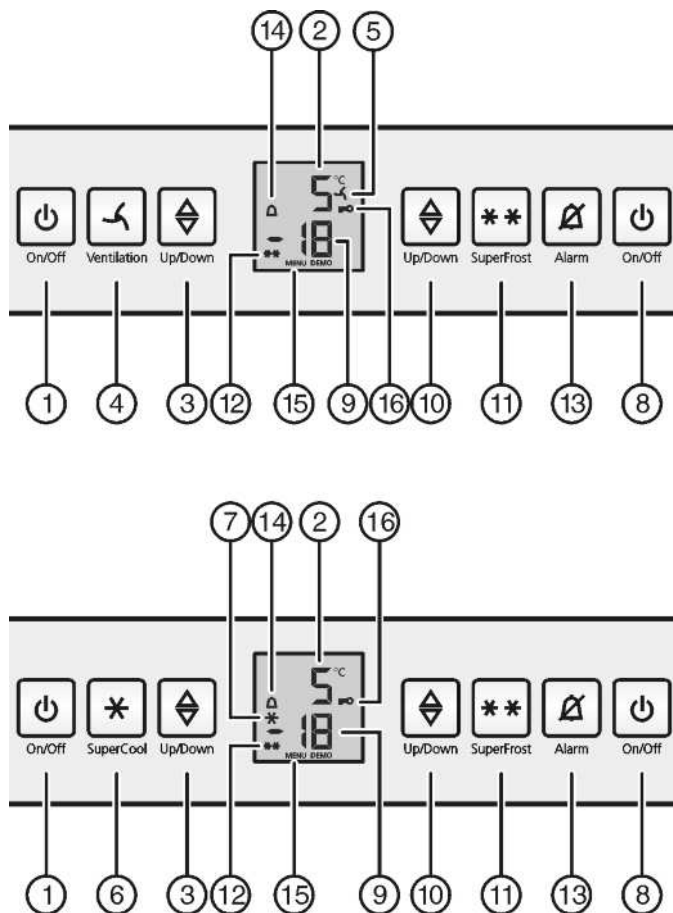

Fig. 2
- Нажмите кнопку On/Off морозильного отделения Fig. 2 (8).
- Нажмите кнопку On/Off холодильного отделения Fig. 2 (1).
- Активация режима настройки: Нажмите кнопку SuperFrost Fig. 2 (11) и удерживайте ее прим. 5 секунд.
- ▷ На индикаторе будет отображаться символ «Меню» Fig. 2 (15).
- Для подтверждения нажать и отпустить кнопку «SuperFrost» Fig. 2 (11).
- ▷ На индикаторе горит символ «Защита от детей» Fig. 2 (16).
- ▶ Нажмите и сразу отпустите кнопку On/Off морозильного отделения Fig. 2 (8).
- ▶ Активация режима настройки: Нажмите кнопку SuperFrost Fig. 2 (11) и удерживайте ее прим. 5 секунд.
- ▶ Для подтверждения нажать и отпустить кнопку «SuperFrost» Fig. 2 (11).
- ▷ Символ «Защита от детей» Fig. 2 (16) гаснет.
Одновременно мигает индикация температуры и символ тревоги Fig. 2 (14).
Звуковой сигнал выключается автоматически, символ аварийного сигнала Fig. 2 (14) выключается и индикатор температуры перестает мигать, если температура снова становится достаточно низкой.
- ▶ Нажмите кнопку Alarm Fig. 2 (13).